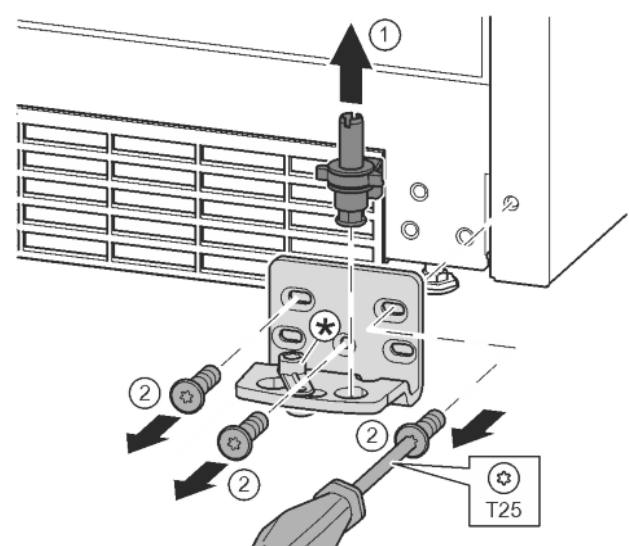

Fig. 16
- ▶ Lagerbouten compleet vanaf de bovenkant eruit trekken. Fig. 16 (1)
- ▶ Schroeven met schroevendraaier T25 eruit draaien en lagerbus eraf halen. Fig. 16 (2)